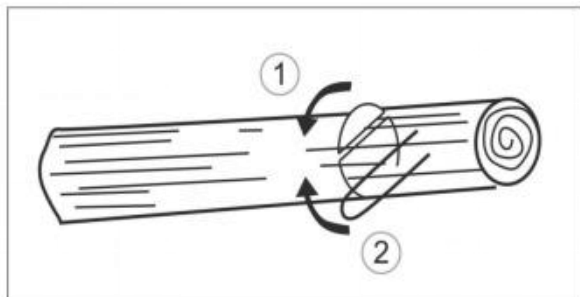

Fig. 22
21. Dans le cas où le tronc est soutenu aux deux extrémités, coupez d'abord à partir du tiers supérieur du diamètre du tronc pour éviter les fentes. Terminez ensuite la coupe par le bas pour qu'elle coïncide avec la première coupe, en évitant le coincement (fig. 22).